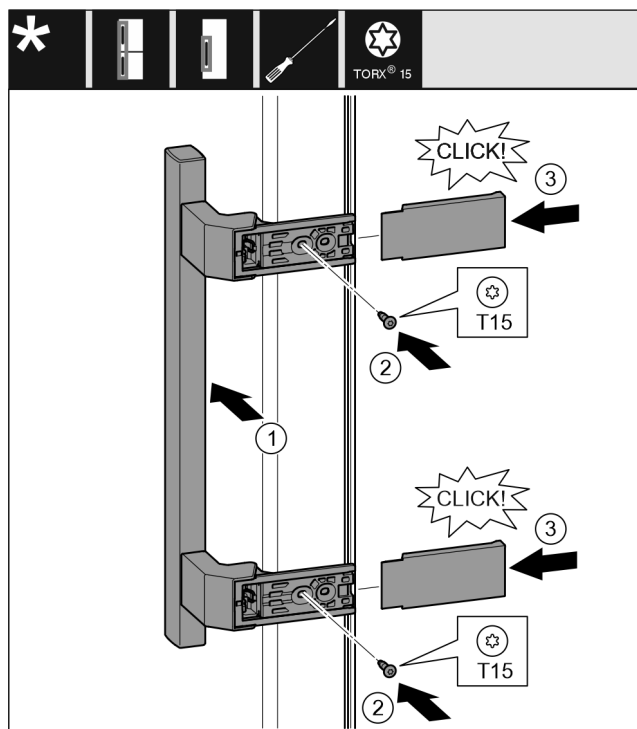

Fig. 40
- ▶ Nasadíte madlo na protilehlé straně. Fig. 40 (1)
- ▶ Šroubovákem T15 pevně utáhněte šrouby. Fig. 40 (2)
- ▶ Z boku nasadíte a nasuňte kryty. Fig. 40 (3)